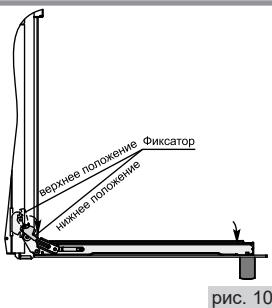

рис. 10
2. Повернуть фиксатор шарнира в крайнее нижнее положение см. рис. 10;